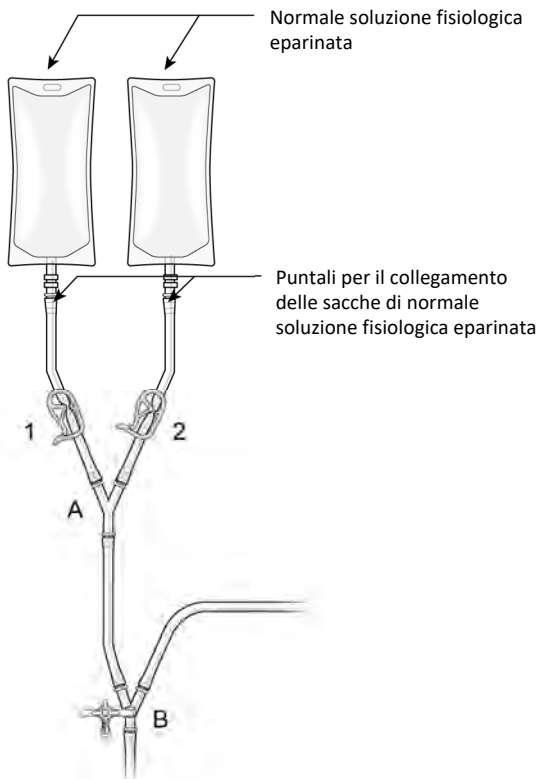

Figura 13
- (l) Appendere due sacche di normale soluzione fisiologica sterile eparinata e collegarle al circuito utilizzando gli appositi puntali, come illustrato in Figura 13, consentendo il priming per gravità dei componenti del circuito.